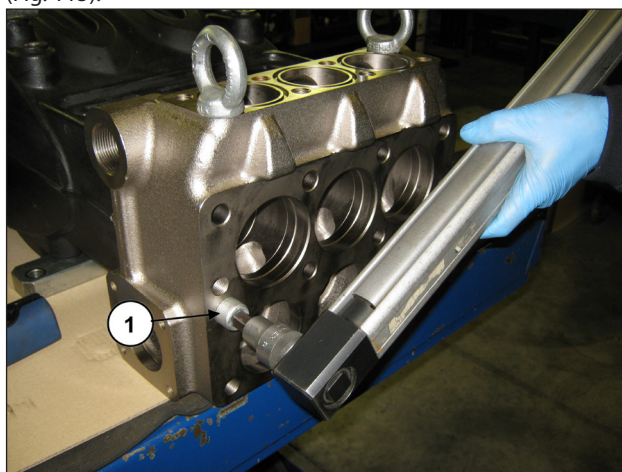
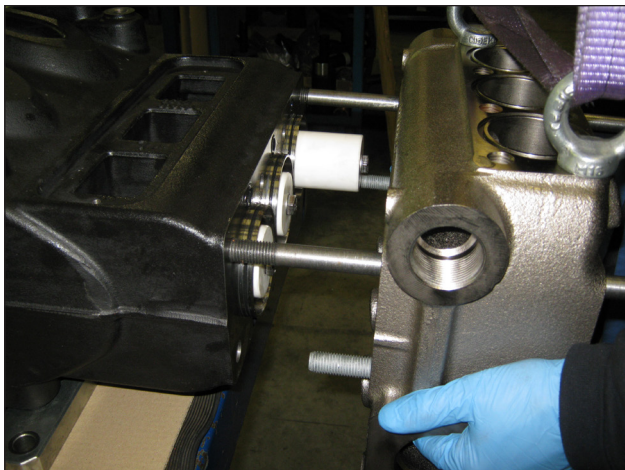

Fig. 114
Fig. 115
Ahora es posible desmontar la cabeza del cárter de la bomba aflojando los 2 tornillos M16x180 (pos. ①, Fig. 114). Durante el desmontaje de la cabeza, no golpear los pistones (Fig. 115).